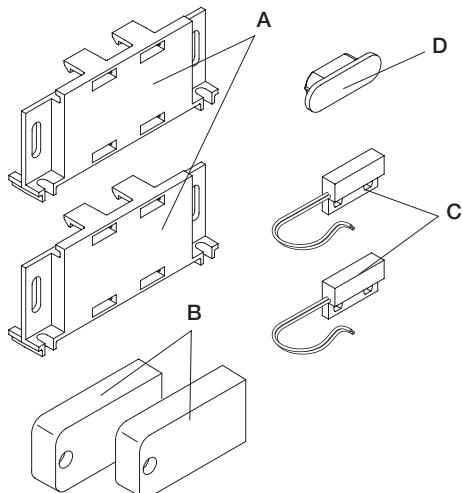
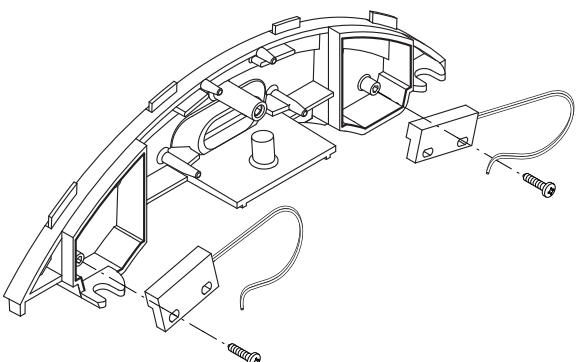

Fig.1
Fig.5
- 2 magneti su supporto in plastica da applicare alle staffe finecorsa o alla cremagliera (fig.1-“A”).
- 2 supporti in plastica per i sensori magnetici (fig.1-“B”)
- 2 sensori magnetici con contatto N.C. - normalmente chiuso (fig.1-“C”)
- 1 tappo per la chiusura del vano molla (fig.1-“D”).
- 1 Applicare i sensori negli appositi vani del supporto finecorsa evidenziati in fig.5. Non sono necessari i supporti “B” di fig.1
I magneti sono inseriti all'interno di speciali supporti (fig.1-“A”) i quali, posizionati sulle staffe finecorsa o sulla cremagliera, avvicinandosi ai sensori ne provocano la commutazione.
- 2 magnets on plastic support to be applied to limit switch brackets or rack (Fig.1-“A”).
- 2 plastic bases for magnetic sensors (Fig.1-“B”)
- 2 magnetic sensors with Normally Closed (N.C.) contact (Fig.1-“C”)
- 1 cap to close the spring housing (Fig.1-“D”).
- 1 Mount the sensors in the special housing of the limit switch base, as shown in Fig.5. The “B” bases indicated in Fig. 1 are not necessary.
The magnets are housed in special supports (fig.1-“A”). These magnets are to be fitted to the limit switch brackets or the rack and cause the triggering of sensors when they approach them.
- 2 Halterungsmagneten aus Kunststoff die an den Bügeln des Endschalters oder an die Zahnstange (Abb.1-“A”) befestigt werden.
- 2 Kunststoffhalterungen für die magnetischen Sensoren (Abb. 1-“B”)
- 2 magnetische Sensoren mit Kontakt N.C. – Ruhekontakt (Abb. 1-“C”)
- 1 Verschluss für den Federsitz (Abb. 1-“D”).
- 1 Die Sensoren an die Sitze der Endschalterhalterung wie in Abb. 5 gezeigt, befestigen. Die Halterungen “B” in Abb. 1 werden nicht benötigt.